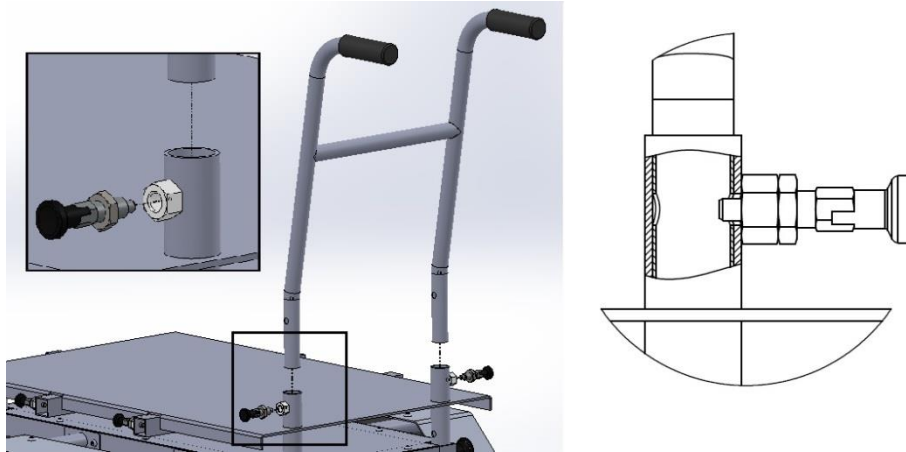

Figura PC-16. Fixació del conjunt manillar i detall de la unió.
7. Unió del conjunt manillar mitjançant passadors. A diferència dels del pas anterior, aquests són solidaris al tub vertical de l'estructura superior, on s'hi rosquen per mitjà de la femella soldada de què disposa el conjunt (veure figura PC-16).